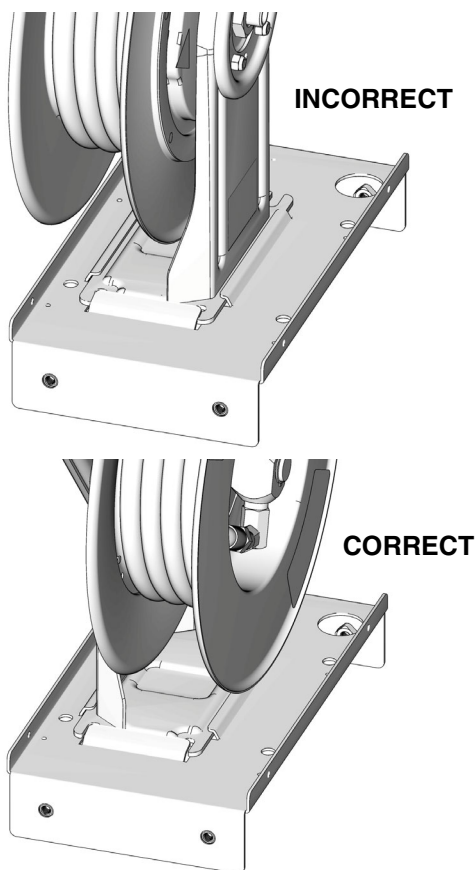

FIG. 14
REMARQUE : bien que l'enrouleur de flexible puisse être installé dans la base d'enrouleur (302) avec le bras de guidage positionné à gauche ou à droite, il n'y a qu'une seule position d'installation correcte. Lorsque de l'enrouleur de flexible est correctement installé dans la base d'enrouleur, il sera centré par rapport à sa base. Consultez la FIG. 14 pour vérifier si vous avez correctement installé l'enrouleur de flexible dans la base d'enrouleur.